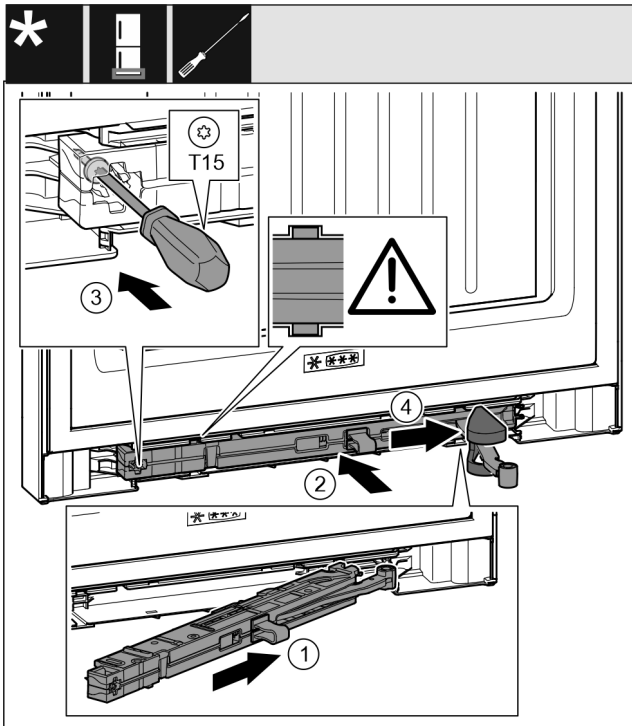

Fig. 46
- ▶ Skub lukkedæmperenheden på hængselkonsolsiden skråt ind i åbningen indtil anslag. Fig. 46 (1)
- ▶ Skub lukkedæmperenheden helt ind i åbningen. Fig. 46 (2)
- ▶ Stram skruen med en skruetrækker T15. Fig. 46 (3)
- ▶ Skub afdækningen ind over leddet. Fig. 46 (4)